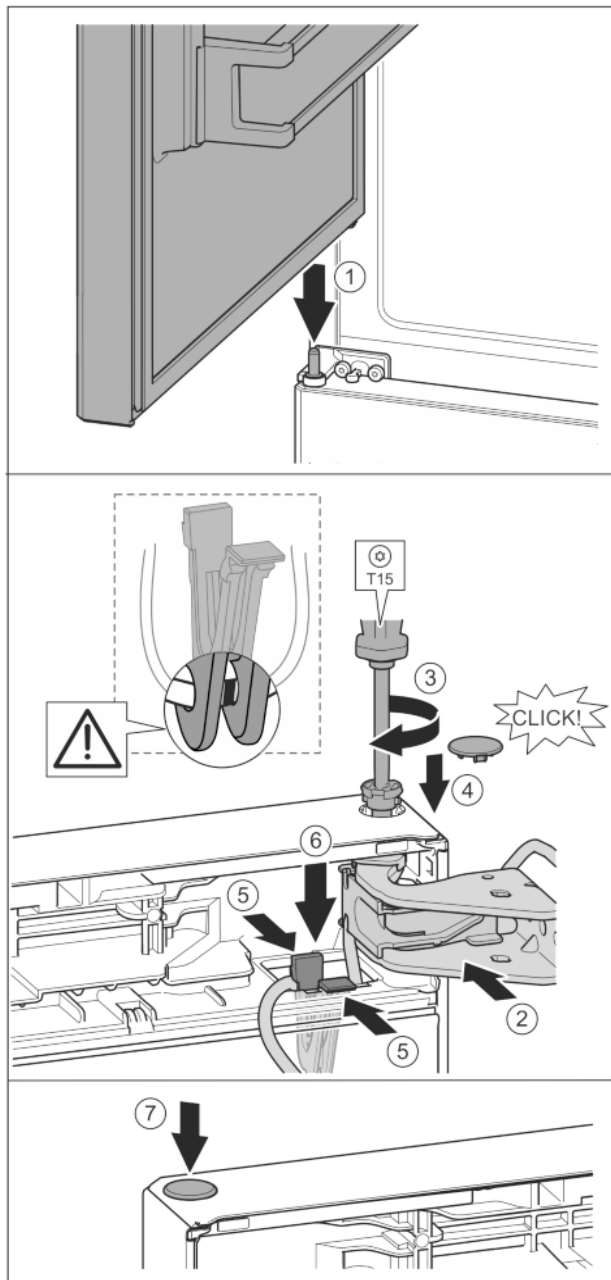

Fig. 41
- ▶ Установка верхней двери на средний опорный палец Fig. 41 (1)
- ▶ Дверь вверху выровнять по отверстию в опорном кронштейне. Fig. 41 (2)
- ▶ Вставить палец и затянуть отверткой T15. Fig. 41 (3)
- ▶ Установить предохранительную крышку для защиты двери: вставить предохранительную крышку и проверить, прилегает ли она к двери. В ином случае вставить палец полностью. Fig. 41 (4)
- ▶ Вставить держатель кабеля с закрепленным на нем кабелем в отверстие. *Fig. 41 (5)*
- ▶ Прижать держатель вниз так, чтобы соединительная накладка защелкнулась. *Fig. 41 (6)*
- ▶ Вставить заглушку. *Fig. 41 (7)*